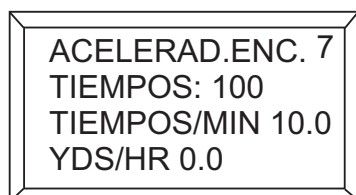

Figura 28. Muestra de tiempos por minuto
- Desplace a través de la **pantalla de información digital** con el interruptor de desplazamiento hasta la Pantalla 7 (Figura 28). Esta pantalla mostrará el volumen de golpes por minuto.